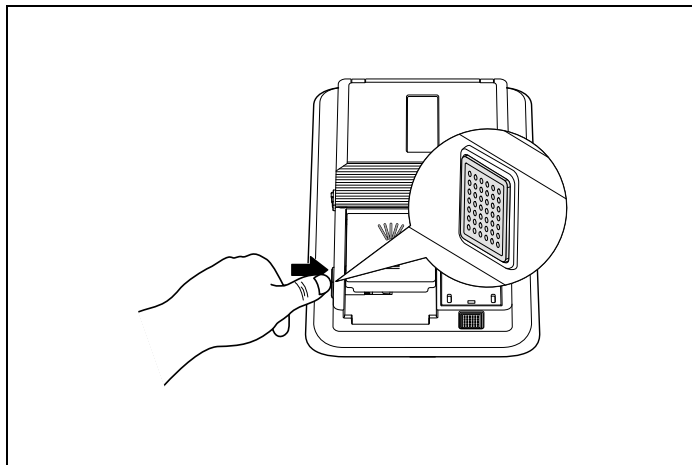

Fig. 61
- 1) Premere il pulsante sul lato sinistro per aprire il contenitore del detersivo, come mostrato nell'immagine (Fig. 61 A).